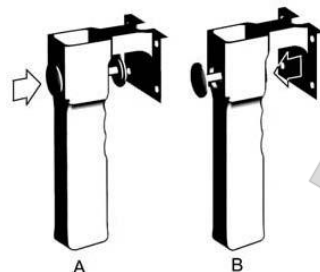

Рис. 4
- 5) Нажмите на кнопку на рукоятке (рис. 4,А), чтобы зафиксировать вертикальную и горизонтальную лапы.
- 6) Нажмите на кнопку с внутренней стороны рукоятки (рис. 4,В), чтобы отпустить вертикальную и горизонтальную лапы.
- 6) Вручную прижмите монтажную головку к краю диска. Нажмите на кнопку рукояти (рис. 4). Вертикальная и горизонтальная лапы автоматически зафиксируются; монтажная головка приподнимется на 2 мм над краем диска.